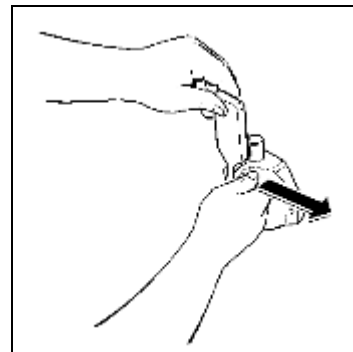
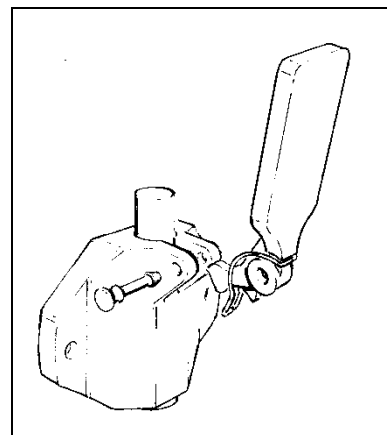

Abb. 6
Abb. 7
- Das Ventil vom Flansch abmontieren, indem der Befestigungsstift (Abb.6) entfernt wird, so dass der Hebel und dessen Feder abgenommen und schließlich der Kolben aus seinem Sitz genommen werden kann (Abb.7).